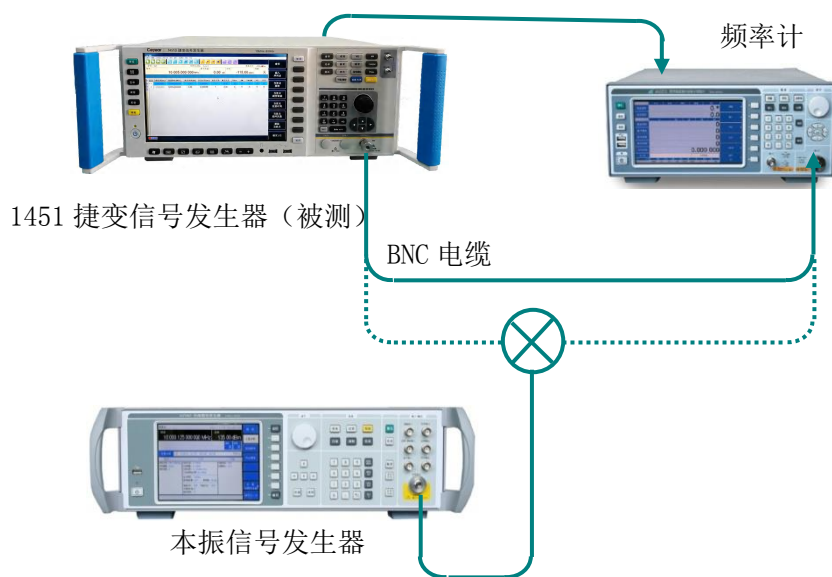

图 6.1 频率范围和分辨率测试
测试框图：见图 6.1
- 1) 按图 6.1 连接设备。
- 1) 按图 6.1 连接设备，开机预热至少 30min。